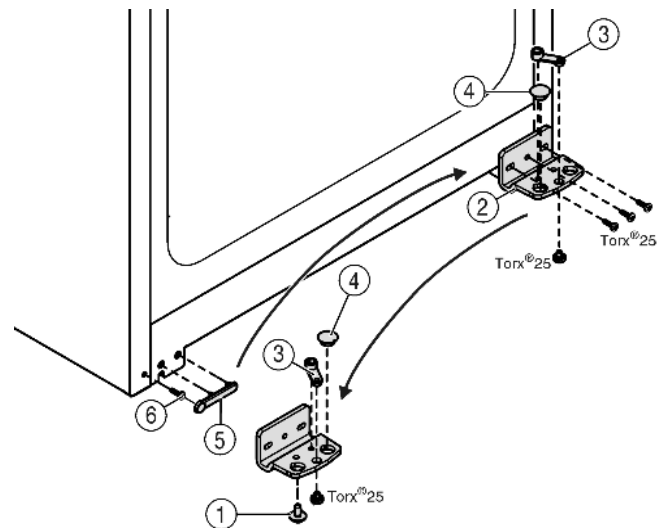

Fig. 5
- Lagerbock *Fig. 5 (2)* abschrauben.
- Lagerteil *Fig. 5 (3)* abschrauben und in das gegenüberliegende Aufnahmeloch des Lagerbocks umsetzen, wieder festschrauben.
- Stopfen *Fig. 5 (4)* aus dem Lagerbock herausnehmen und in das gegenüberliegende Aufnahmeloch des Lagerbocks umsetzen.
- Griffseitige Abdeckung *Fig. 5 (5)* vorsichtig abheben.
- Schraube *Fig. 5 (6)* herausdrehen und auf der Gegenseite wieder einsetzen.
- Abdeckung *Fig. 5 (5)* wieder aufsetzen.
- ▶ Lagerbock Fig. 5 (2) auf der neuen Scharnierseite **fest (mit 4 Nm)** ggf. mit Hilfe eines Akkuschraubers wieder festschrauben.